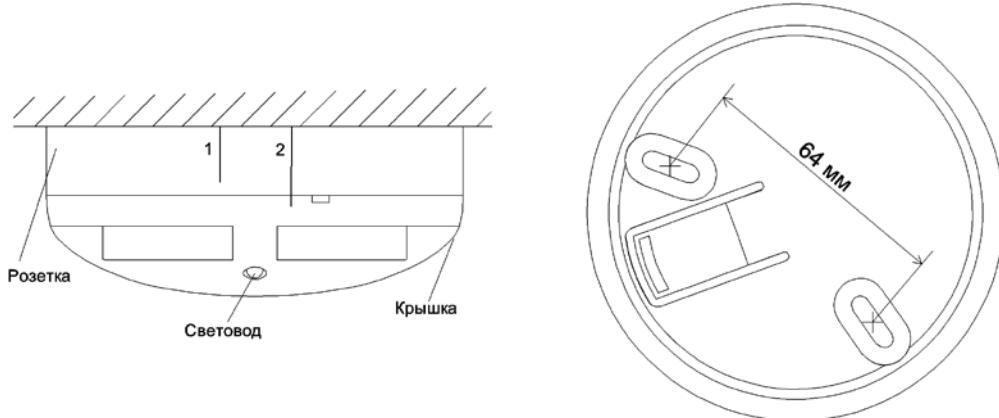

Рисунок 11.6
- При установке извещателя в розетку необходимо совместить рискну на корпусе извещателя с «короткой риской 1» на розетке и повернуть его по часовой стрелке до совмещения с «длинной риской 2» (см. Рисунок 11.6).